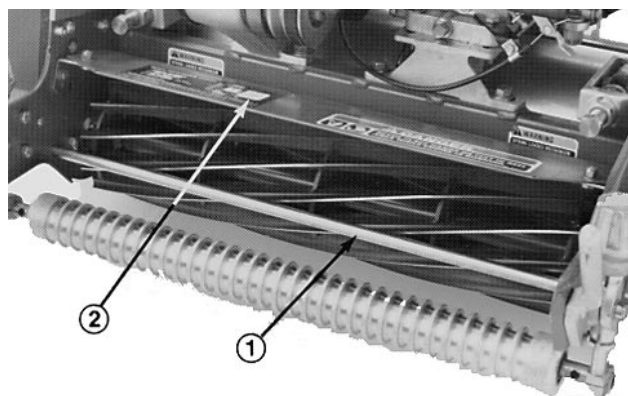

Fig. 9
1. Mål afstanden fra den forreste støttestangs top til forkanten af skærmen i hver ende af klippeenheden (Fig. 9).